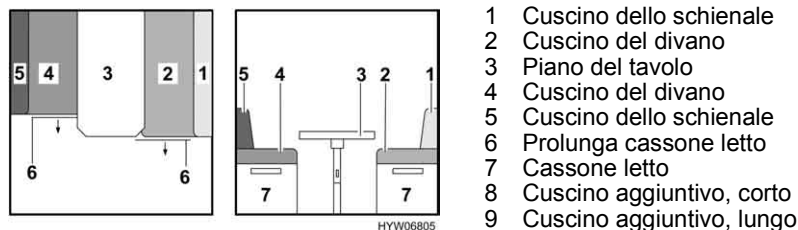

Fig. 33 Prima della trasformazione
- Sollevare leggermente il piano del tavolo in avanti (Fig. 33,3).
- Sistemare i due cuscini del divano (Fig. 33,2 e Fig. 33,4).